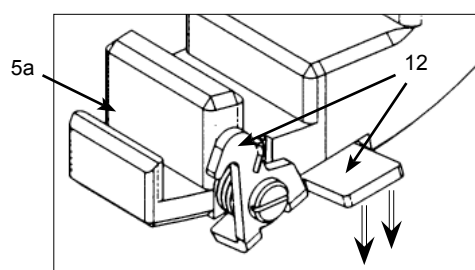

Abb. 7b / figure 7b
- Zweite Torsicherung (12, Abb. 7b) zuerst öffnen, Zubehör, wie z.B. Flügelort, in vorderen Einschub (5a) einsetzen und anschließend zweite Torsicherung wieder loslassen. Zubehör einfach in den entsprechenden Einschub einsetzen.